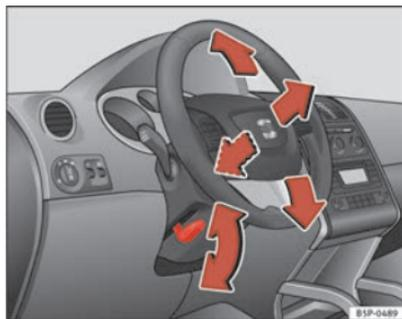

Fig. 135 Regulação da posição do volante
- Puxe para baixo a alavanca ⇒ fig. 135 situada por baixo da coluna da direcção ⇒ ⚠.